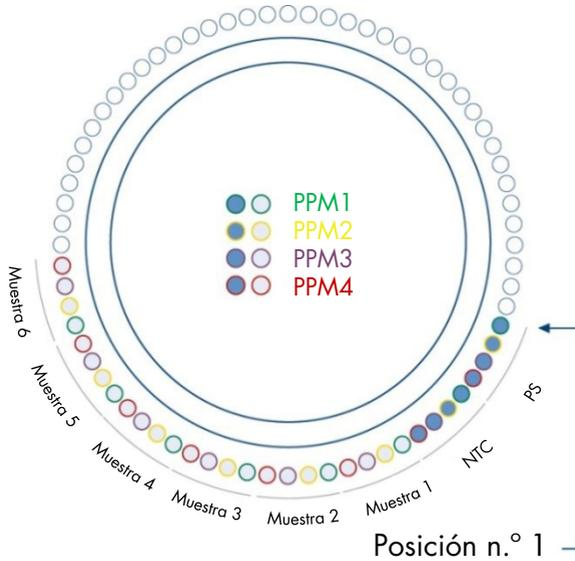

Ilustración 7. Configuración del rotor para un experimento con el *therascreen* EGFR Plus RGQ PCR Kit.
9. Llene el rotor con tubos de tiras según las posiciones asignadas, comenzando en la posición 1, como se muestra en la ilustración 7.